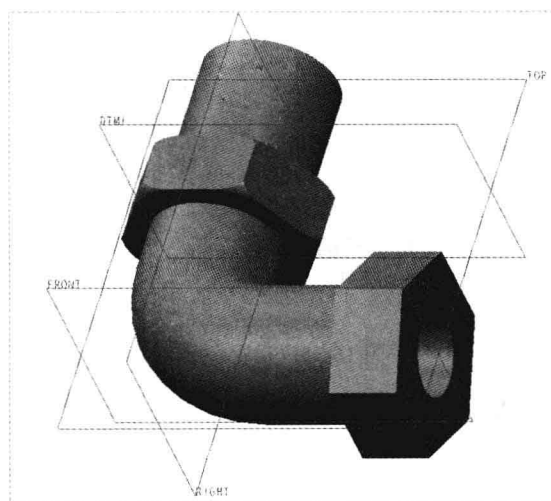

图 16-42 新建平面 2
Step 16 执行操作后,单击“确定”按钮,即可新建一个名为 DTM2 的平面,如图 16-42 所示。